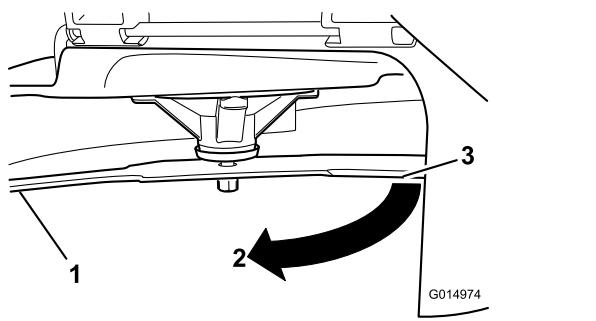

Figura 63
3. Distancia medida entre la cuchilla y la superficie (A)
4. Gire la misma cuchilla 180grados de manera que el otro extremo esté en la misma posición (Figura 63).